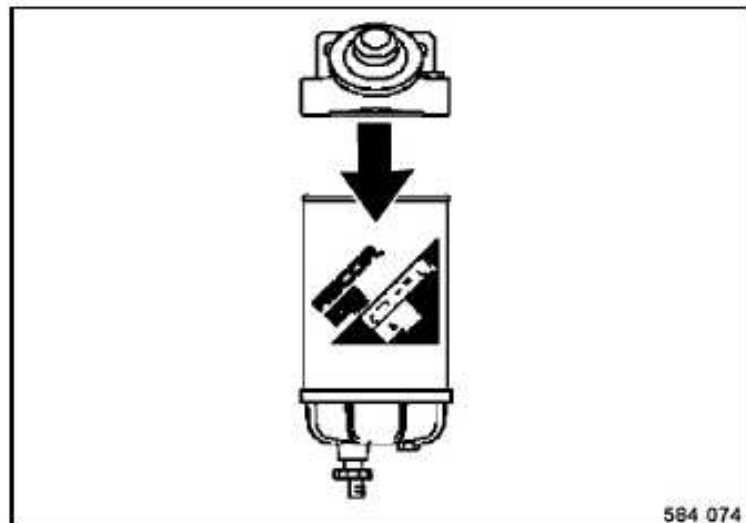

Fig. 133
- Desenroscar el cartucho filtrante de combustible (Fig. 133) con una llave de cinta apropiada.